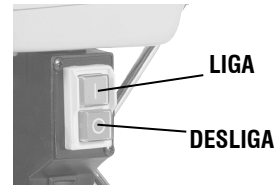

Fig. 15 – Ligando a máquina
- Ligue a máquina pressionando o botão verde (I) no interruptor (Fig. 15).
- Desligue a máquina pressionando o botão vermelho (O) no interruptor.